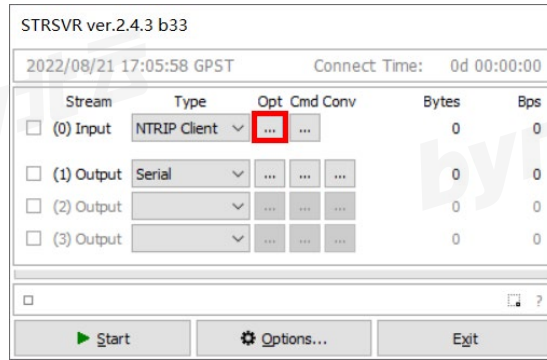

图 7-1 STRSVR Input
- 打开 STRSVR，“Input”的“Type”选择“NTRIP Client”，再点击图 7-1 中红框标识的按钮。